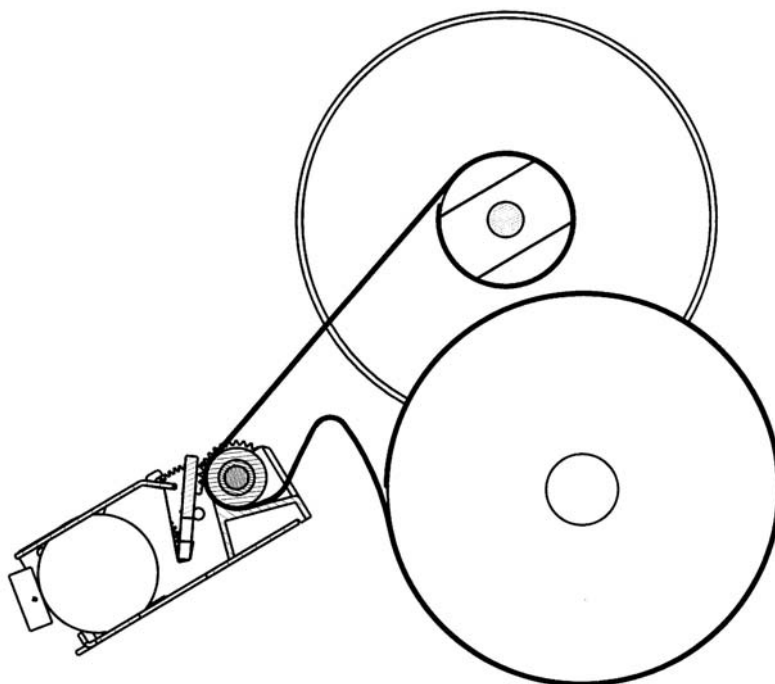

рис.2
9.4. Порядок заправки журнальной ленты (при наличии механизма печати журнала) (См. рис.2).
Порядок заправки журнальной ленты (см. рис.2):